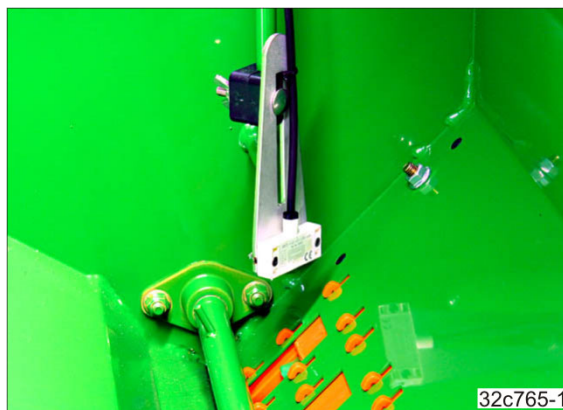

Fig. 153
8. Regule a altura dos sensores do nível de enchimento (Fig. 153) de acordo com a quantidade de resto de sementes desejada.